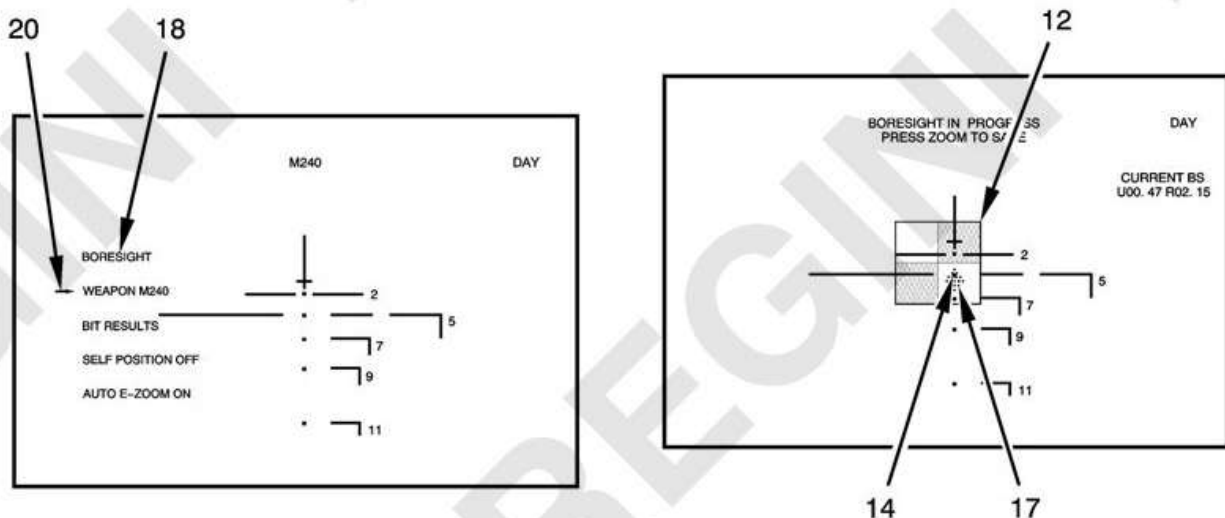

РИС. 4
- c. Використовуючи 4-позиційний перемикач (19) на DCM (4), переміщуйтеся вгору та/або вниз, щоб розташувати точку прицілювання прицільної сітки (14) горизонтально в центрі зони влучання (17) на цілі (12) (Рис. 4).
- d. Використовуючи 4-позиційний перемикач (19) на DCM (4), переміщуйтеся вліво та/або вправо, щоб розташувати точку прицілювання прицільної сітки (14) вертикально в центрі зони влучання (17) на цілі (12) (Рис. 4).
- (1) Повторіть процедуру візування SCWS (WP 0513.3).
- (2) Повторіть процедуру пристрілювання. Повідомте службу польового технічного обслуговування, якщо приціл з денним режимом DCM (4) неможливо установити на нуль після повторного візування.
7. Натисніть кнопку ZOOM (МАСШТАБУВАННЯ) (21) на DCM (4), щоб зберегти інформацію про вивіряння прицілу з денним режимом, і переконайтеся, що на DCM (4) відображається BORESIGHT SAVED (ВІЗИРУВАННЯ ЗБЕРЕЖЕНО).